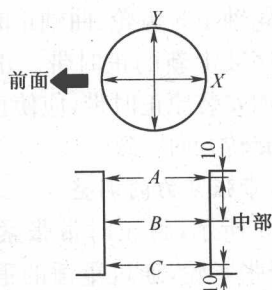

图 1-8 气缸直径测量位置
①检查气缸表面是否有划痕、刮伤。如果有轻微损伤,且在气缸直径尺寸维修极限之内,可以通过珩磨修整。
②如图 1-8 所示,用量缸表在 A、B、C 三处及每处的垂直位置测量出气缸的磨损量和圆柱度误差。